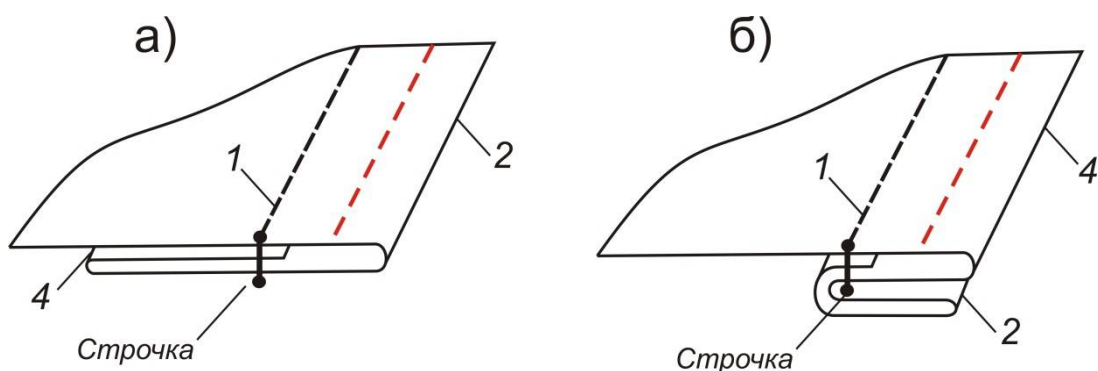

Рисунок 2
3. Заутюжить деталь полочки по линии борта полочки (линия 2, рис.2) и по линии борта планки (линия 4, рис.2). По линии 1 прокладывают строчку (рис.5, а), соединяя припуски.
4. Отгибают потайную (внутреннюю) часть планки в сторону борта полочки и приутюживают (рис.2, б).
17. Манжету отгибают, оставшийся открытым срез манжеты подгибают внутрь и настрачивают край манжеты на шов притачивания нижнего слоя манжеты (Рис.2, строчка 2).